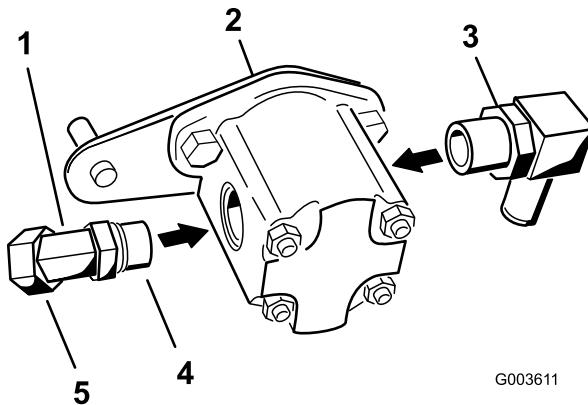

Figura 17
2. Instale el codo de 45° en el lateral de la bomba hidráulica (Figura 17).